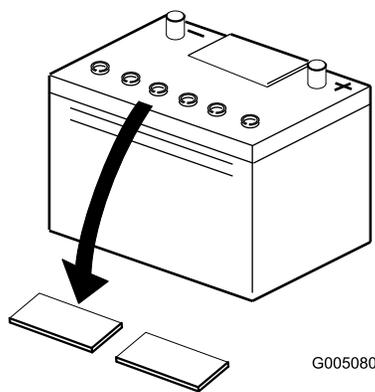

Рисунок 3
2. Очистите поверхность аккумулятора и снимите вентиляционные пробки (Рисунок 3).